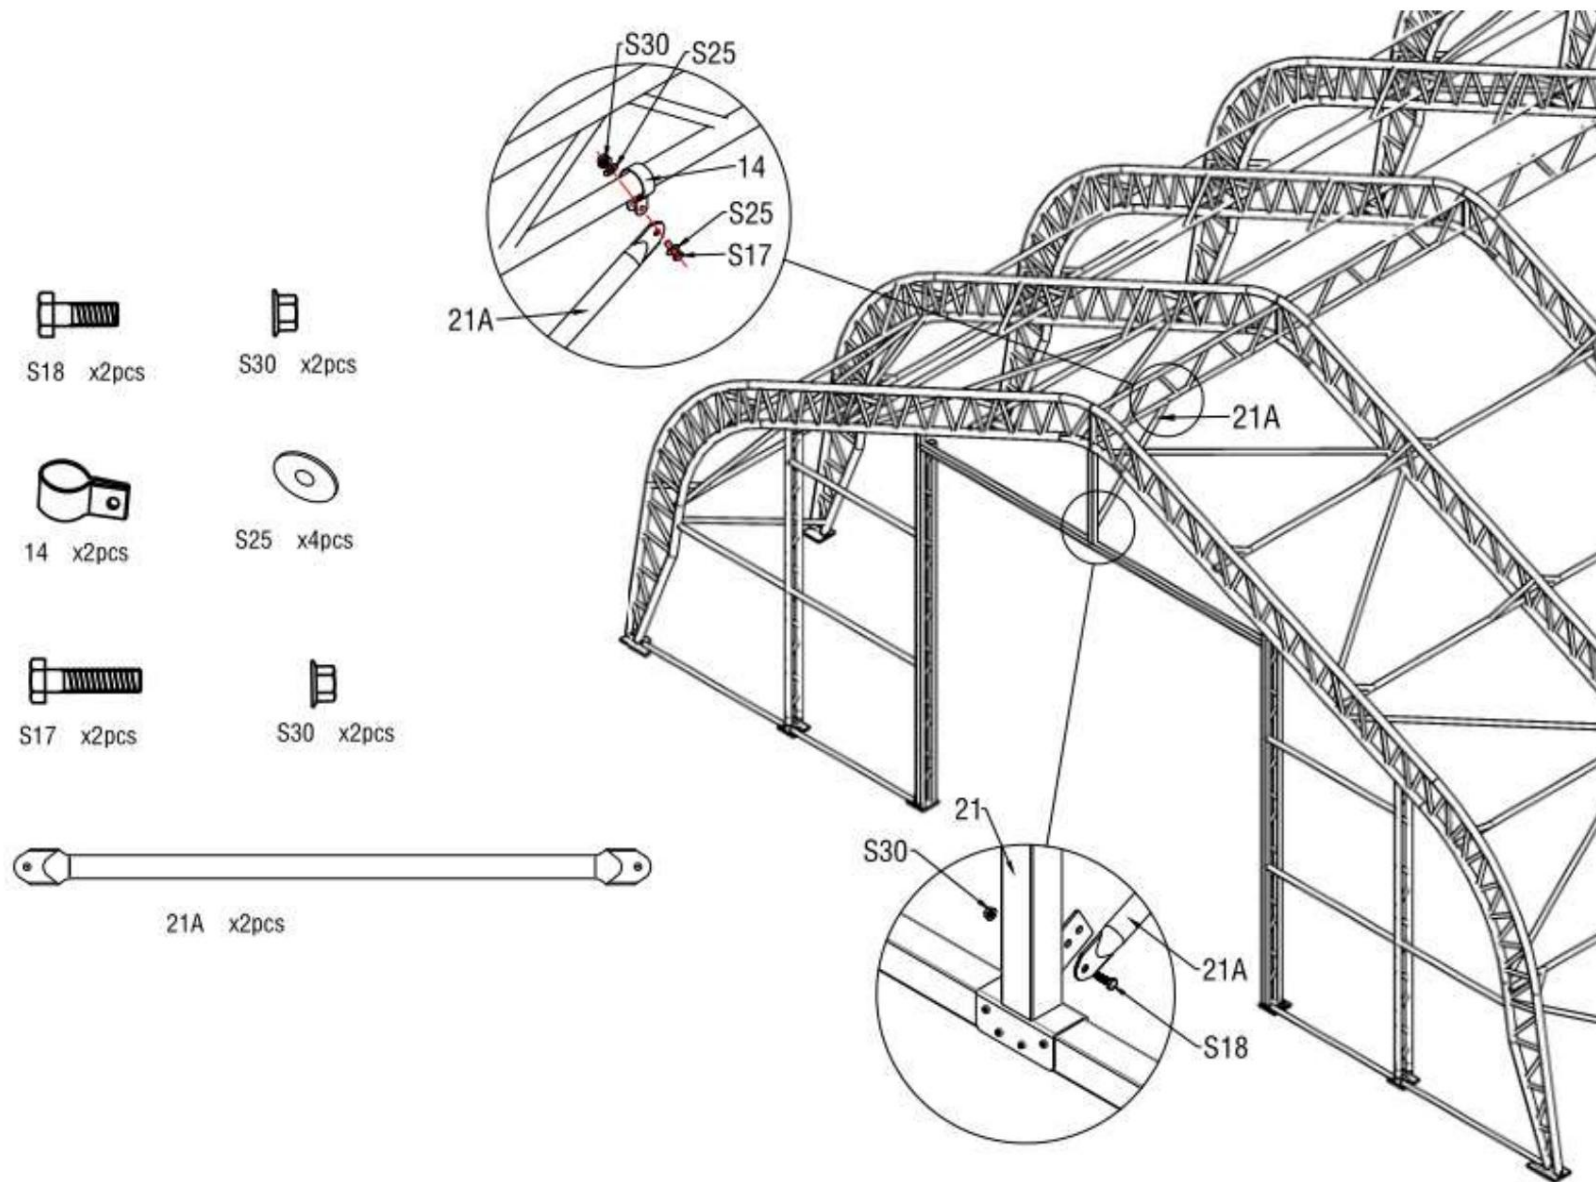

Figure 15
2. Fixez les clips (n° 14) sur les pannes à double ferme (n° 9) et installez le tube de support diagonal pour poutre de porte (n° 21A) sur les clips comme indiqué sur la figure. 15 spectacles. Veuillez connecter le tube de support diagonal pour poutre de porte (n° 21A) entre le cadre de porte et les pannes à double treillis (n° 9) en utilisant la vis M10x30 (n° S18) et la vis M10x50 (n° S17) avec une rondelle plate M10 (n° S25).